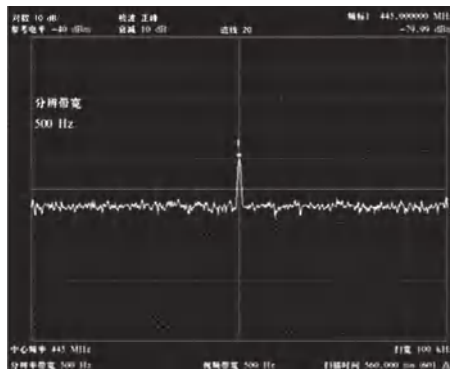

图3-16 打开迹线平均测量小信号
- e) 将迹线平均功能打开。按【带宽】键、[迹线平均 开启/关闭]，设置平均次数为20。随着平均程序对轨迹进行平均，小信号越来越清晰。激活平均功能默认平均次数是100次。见下图3-16所示。